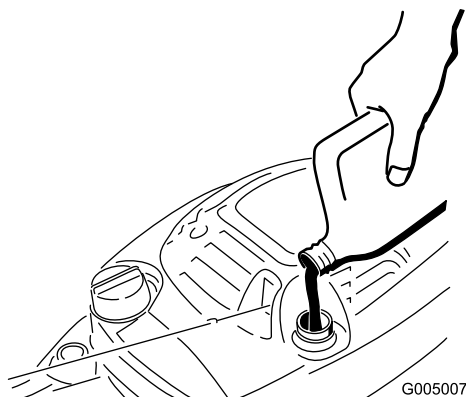

Figura 35
4. Vierta **lentamente** aceite en el tubo de llenado hasta que el nivel llegue a la marca **Full** de la varilla (Figura 35). **No llene demasiado.** (Capacidad máxima: 0,6 l (20 onzas), tipo: SAE 30W, aceite detergente con clasificación de servicio API SF, SG, SH, SJ, SL o superior.)